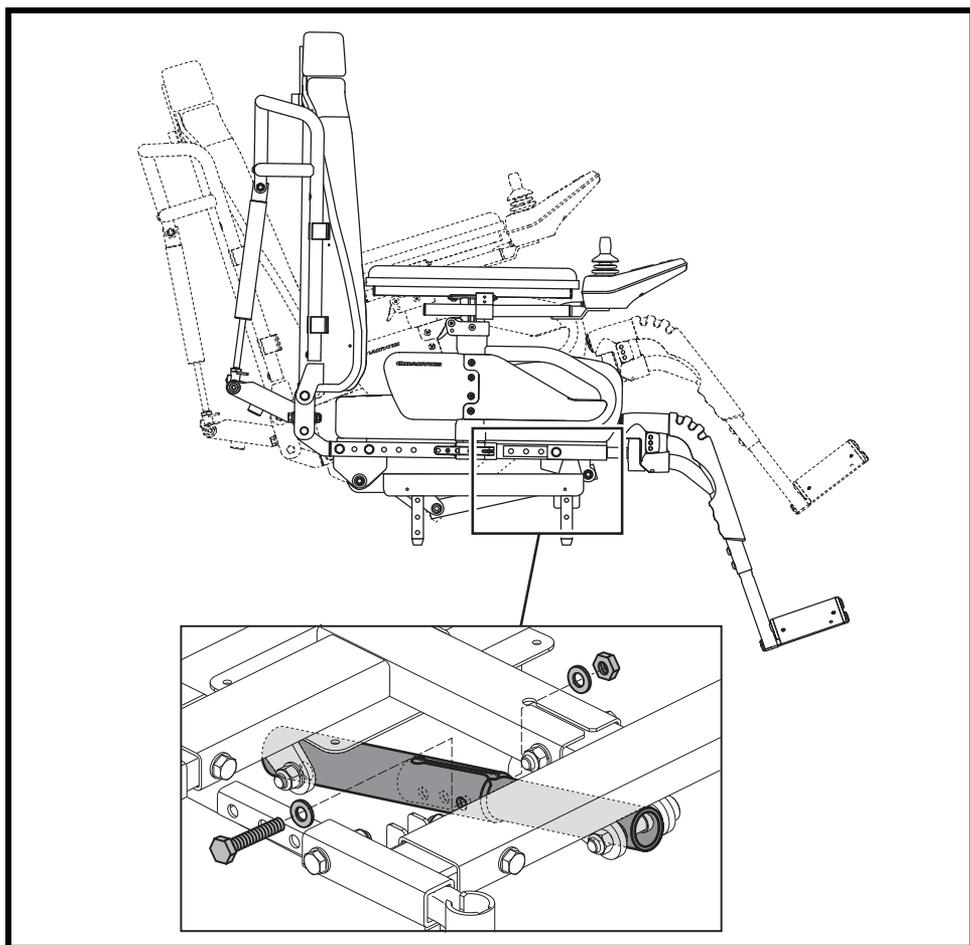

Figura 5. Regolazione angolazione del sedile (basculamento)
2. Estrarre il bullone di regolazione dell'angolazione del sedile. **Vedere figura 5.**